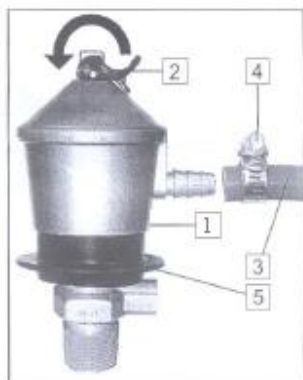
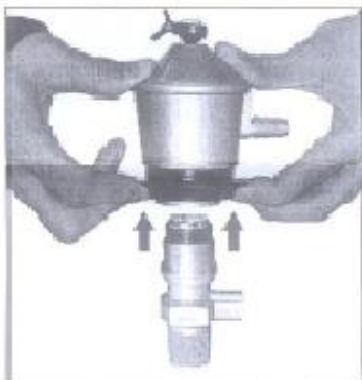

FIG 1
FIG 2
3. **Gassregulatoren (Fig 1 del 1) festes på gasslangen (Fig 1 del 3) med slangeklemme (Fig 1 del 4).**
4. **Gassregulatoren monteres på gassflasken ved å løfte opp låseringen (Fig 1 del 5) slik som vist på Fig 2 og presses ned på gassflaskens ventil. Når gassregulatoren er helt nede låses den ved å presse ned låseringen slik som vist i Fig 3.**
5. **Gassen settes på ved å vippe over hendelen (Fig 1 del 2) på gassregulatoren slik at flammetegnet kommer til syne.**